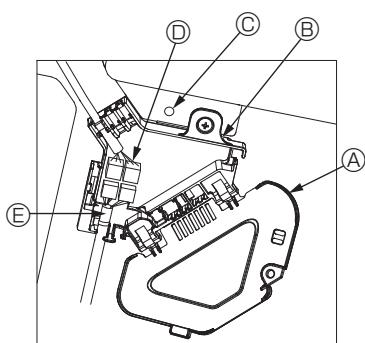

Fig. 5-9
- Konektör kutusunda, izgaranın kanatçık motoru için bağlantı kablosunu ve kanatçık motoru için kablolu belirleyin ve daha sonra kabloları bağlayın. (Fig. 5-9) İki adet kanatçık motor konektörü bulunur: bir mavi konektör ve bir turuncu konektör. Bunları bağlarken renklerin eşleştiğinden emin olun.